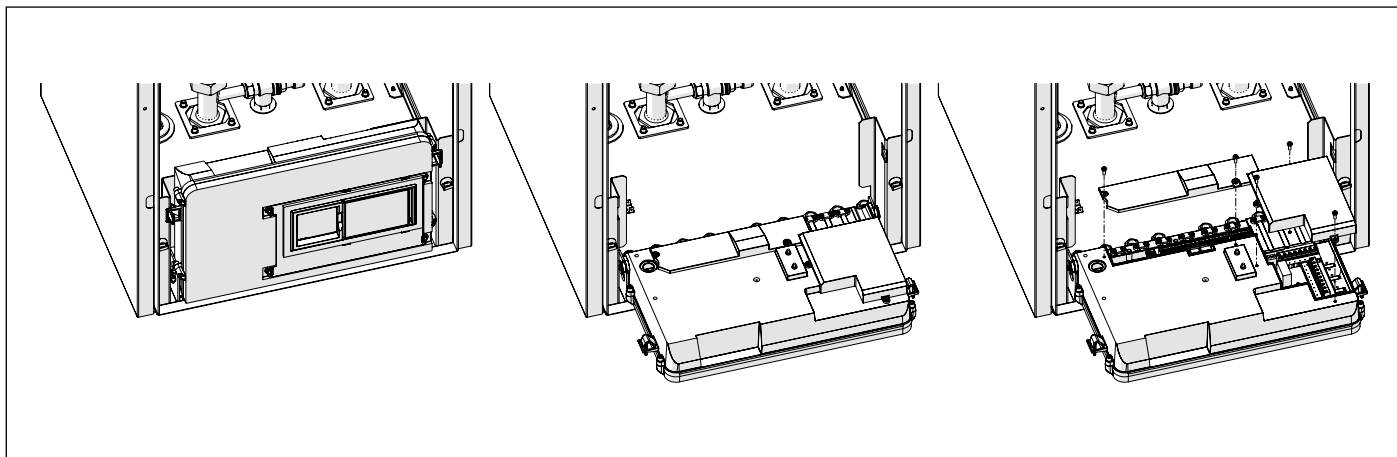

Рис. 27 Блок електрики
- Поверніть блок електрики вперед на 90° (див. Рис. 27 Блок електрики).
- Зніміть дві кришки з зовнішніх електричних з'єднань (А і В), послабивши гвинти, що кріплять їх до блоку електрики (див. Рис. 27 Блок електрики).